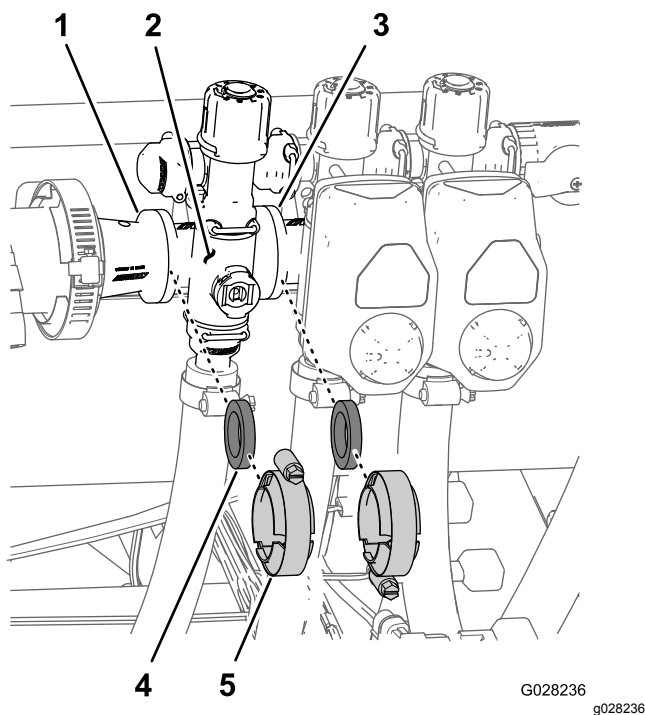

Figure 102
1. Déposez les colliers et les joints qui fixent le collecteur de la vanne de section à la vanne de section adjacente (s'il s'agit de la vanne de section gauche et de l'accouplement réducteur), comme montré à la Figure 102.